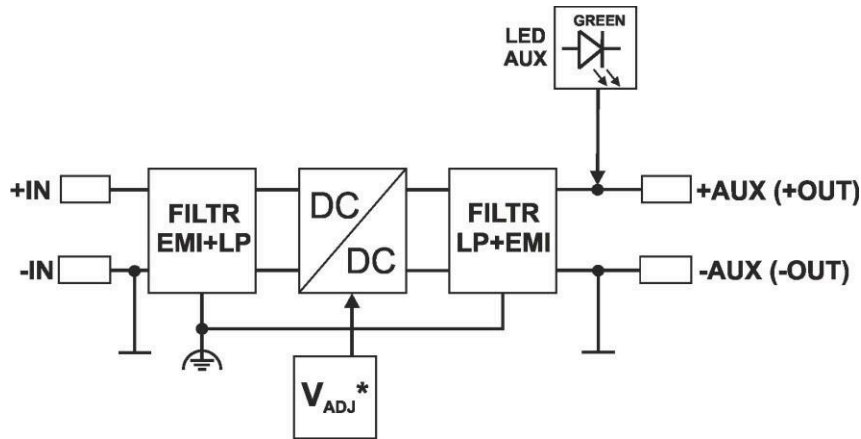

Fig. 1. Schema a blocchi del modulo convertitore.
1.1. Schema a blocchi (Fig. 1).